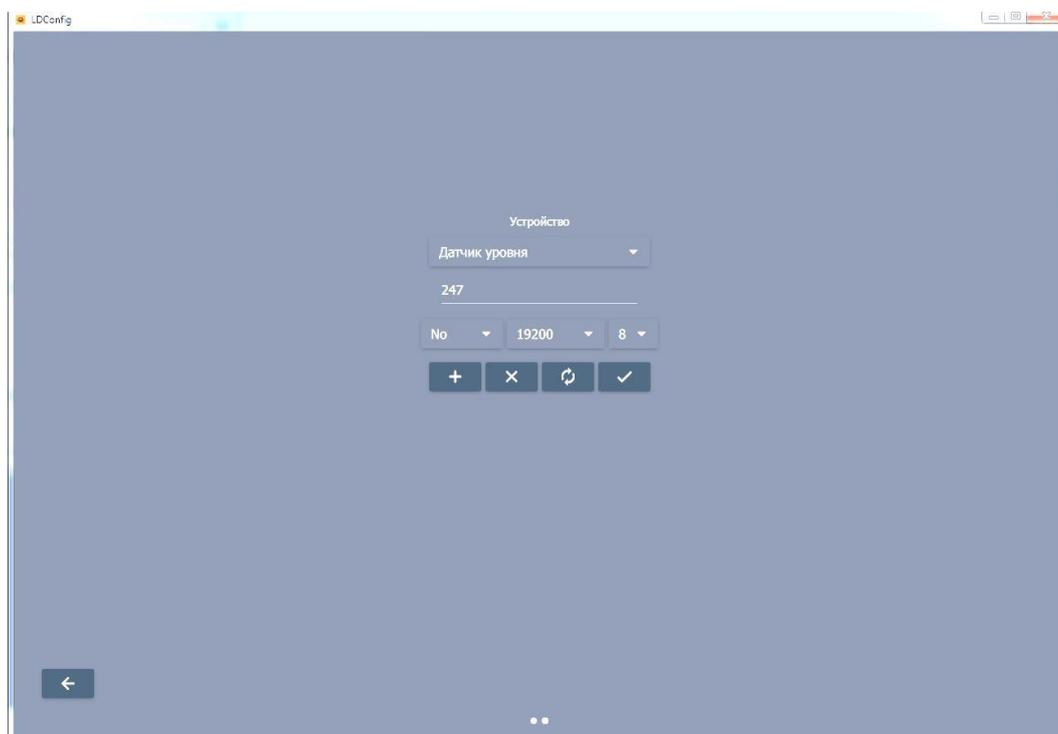

Рисунок 9
- Укажите адрес, выберите ЧЕТНОСТЬ, СКОРОСТЬ, БИТЫ ДАННЫХ (Рис. 9),